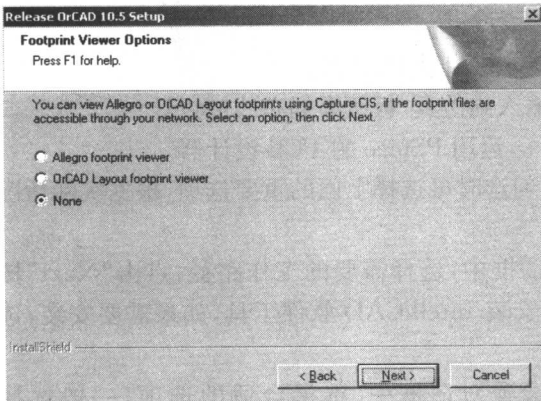

图 1.2.13 脚本观察选项对话框
(9)在弹出的如图 1.2.13 所示的脚本观察选项对话框中，选择合适的选项（一般选择 None），单击“Next”按钮。